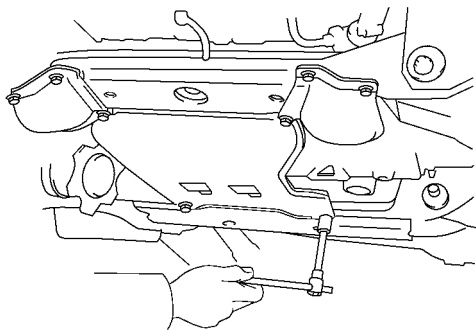

图 14-76 安装 1 号和 3 号发动机上罩、LH 和 RH 支架罩
(5) 安装 1 号和 3 号发动机上罩、LH 和 RH 支架罩，如图 14-76 所示。